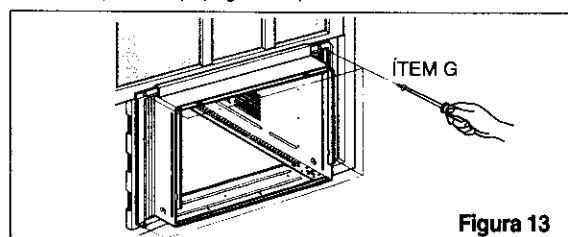

Figura 13
**12** Estire cada cortina del lado completamente a cada lado de abrir de ventana. Fije cada panel guía completamente a cada marco de la ventana usando tornillos (ÍTEM G). (Figura 13)